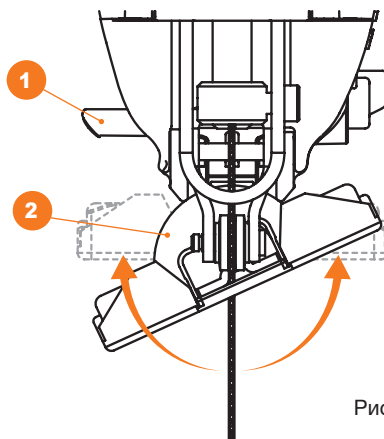

Рис. 8
- Ослабьте зажим **1** опорной плиты **2** на корпусе изделия (Рис. 8).